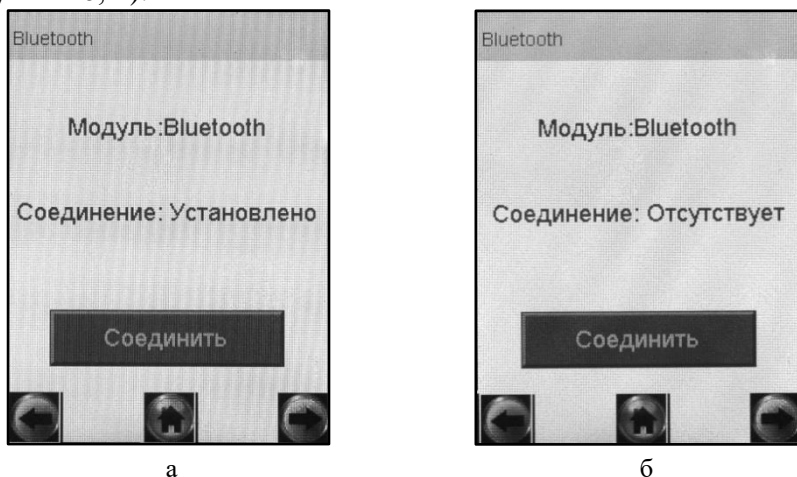

Рисунок 10 – Окно Bluetooth (возможные варианты)
2.5.8.1 Перейдите в меню «**Установки пользователя**» (согласно 2.5.4 настоящего РЭ), далее нажмите на кнопку «**Bluetooth**» (рисунок 6). На экране появится окно «**Bluetooth**» (рисунок 10).
- «**Соединение: Установлено**» – при наличии соединения с термопринтером или внешним устройством по Bluetooth (рисунок 10, а);
- «**Соединение: Отсутствует**» – при отсутствии соединения с термопринтером или внешним устройством по Bluetooth (рисунок 10, б).
статус соединения изменится на «Установлено» (рисунок 10, а), в противном случае нажмите кнопку «Соединить» еще раз.